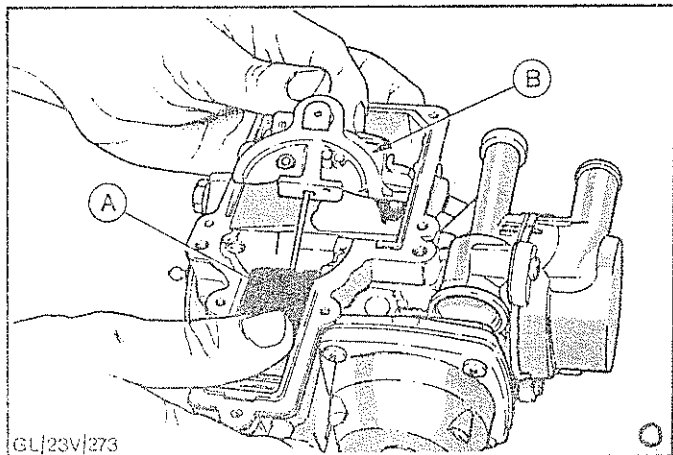

Abb.43 Düsenträger entfernen
4. Kreuzschlitzschrauben (4) entfernen, Lufttrichterventil ganz geöffnet halten und Düsenträger vorsichtig entfernen, siehe Abb.43.